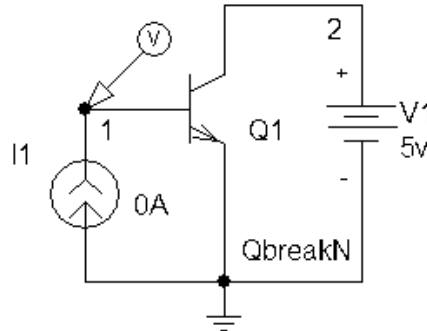

Рис. 1. Схема для снятия входной ВАХ транзистора
1. В операционной системе «Windows» под управлением программы «Schematics» собрать схему для снятия входных вольтамперных характеристик биполярного транзистора (рис. 1).
- Для вывода напряжения  $U_{бэ}$  подключить маркер напряжения (*Markers - MarkVoltage - Level*) к базе транзистора (узел 1 на рис.1);